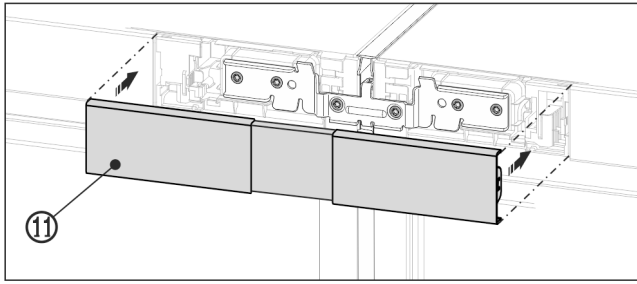

Fig. 21 Beispielhafte Darstellung
- ▶ Obere Abdeckung Fig. 21 (11) auf den noch offenen Zwischenraum der beiden Bedienteilblenden aufrasten. Darauf achten, dass die Aussenseiten der Abdeckung bündig mit den Bedienteilblenden abschließen.